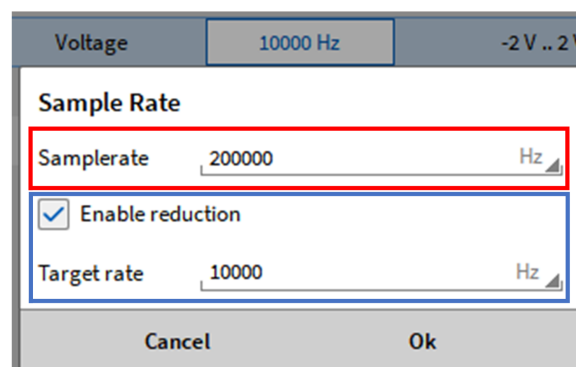

Abb. 7.38: Individuelle Kanal-Samplerate; Einstellungen
Dieses Kapitel erklärt das Arbeitsprinzip hinter der individuellen Kanal-Samplerate. Die Samples werden physikalisch mit der definierten Abtastrate abgetastet (rot markiert in Abb. 7.38). Wenn eine Reduktion aktiviert ist, kann eine Ziel-Samplerate vom Benutzer ausgewählt werden (blau markiert in Abb. 7.38), welche im Hintergrund in einen ganzzahligen Teiler konvertiert wird und nicht benötigte Samples werden übersprungen.
This chapter shortly explains the working principle behind the channel-wise sample rate selector. The samples are physically sampled with the set sample rate, which is defined in the channel list (red box in Abb. 7.38). If the reduction is enabled the user can set a reduced sample rate (blue box in Abb. 7.38) which is converted to an integer divider in the background and unnecessary samples are skipped
- Durch Klicken auf den + Button kann ein Punkt mit x- und y-Wert hinzugefügt werden (siehe Abb. 7.38)